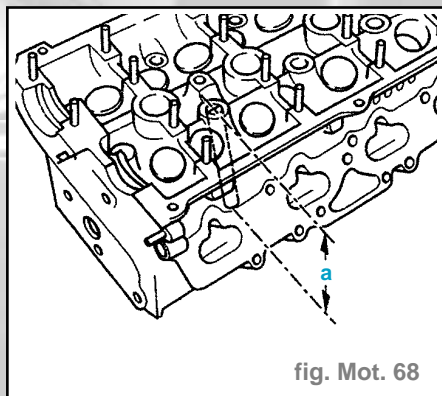

fig. Mot. 68
• Moteurs ADR et AEB (fig. Mot. 68)